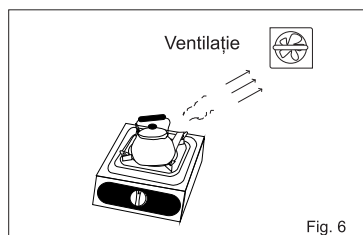

Fig. 6
- Asigurați-vă că spațiul în care vă aflați este bine aerisit. Nu folosiți niciodată o plită pe gaz în camere care nu pot fi aerisite (peste 10min.) (fig.6)